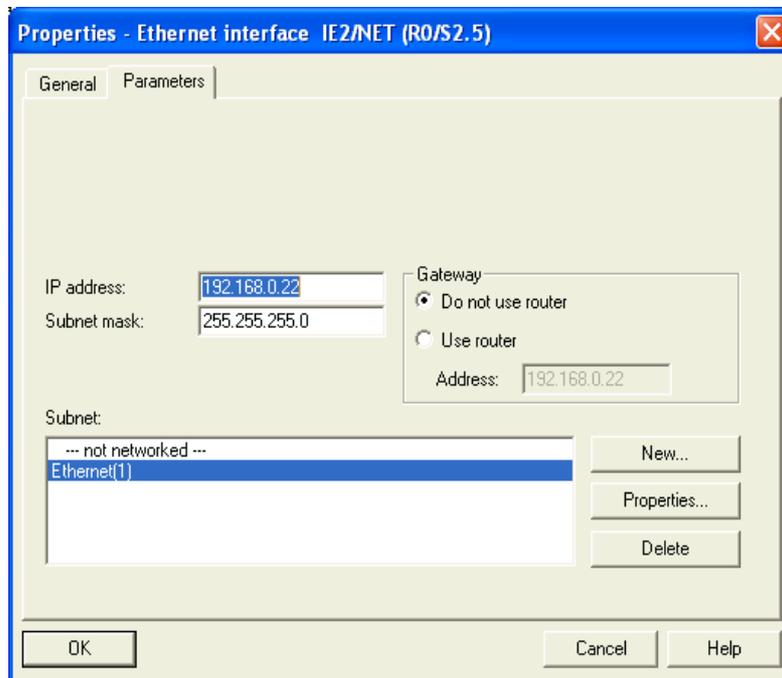
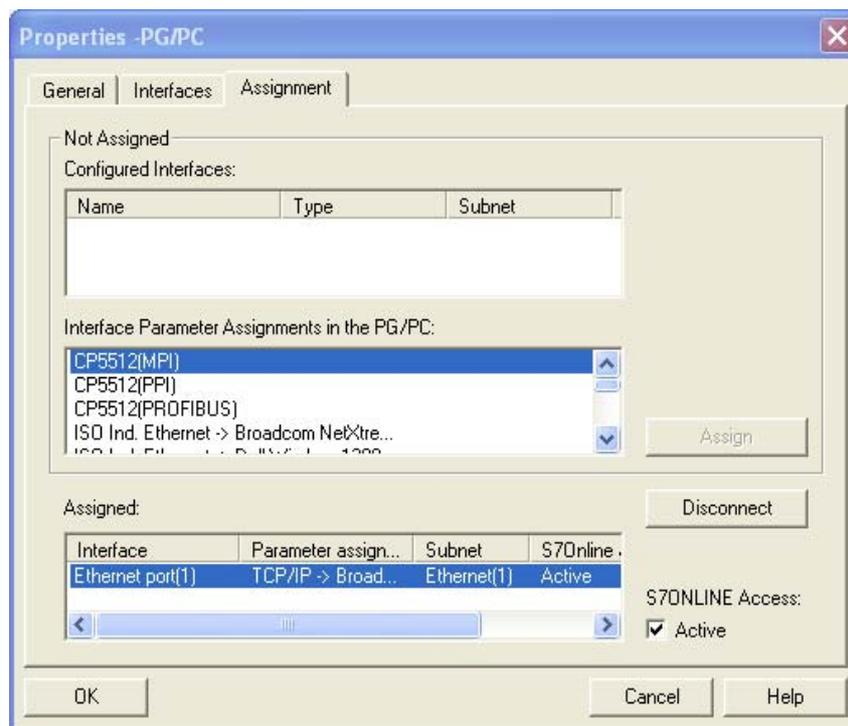

图 10 双击 SIMOTOIN 相应通讯口，并建立新网络
图 13 在 Assignment 中选择正确的连接方式并点 Assign,在弹出的信息中选择 OK
6)此时仍无法连接集成的 Sinamics 驱动。从 SCOUT 中选择“Project>Open Netpro”菜单打开 Netpro，增加 PG/PC 设备，将 PG/PC 和所连接的 SIMOTION 接口连入同一个网络，步骤如图 10~图 13，设置 Simotion 的路由功能：